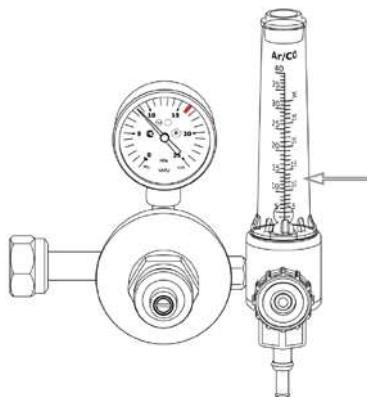

Рис. 11.4. Расход защитного газа.
- 6.** С помощью регулятора (См. рис. 11.4) установите необходимый расход защитного газа (от 4 до 25 л/мин в зависимости от выполняемых задач или См. таблицу 12.4).